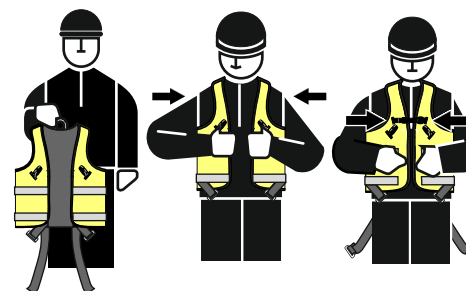

рис. 3
- возьмите привязь за D-образное кольцо на спине (рис. 3), встряхните привязь и расправьте перекрученные элементы;